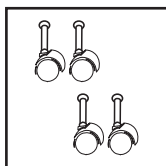
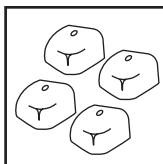

FIGURA 1
FIGURA 2
1. Con su aspiradora de materiales líquidos y sólidos encontrará cuatro ruedas, **FIGURA 1**, cuatro bases para las ruedas, **FIGURA 2**, y cuatro tornillos.